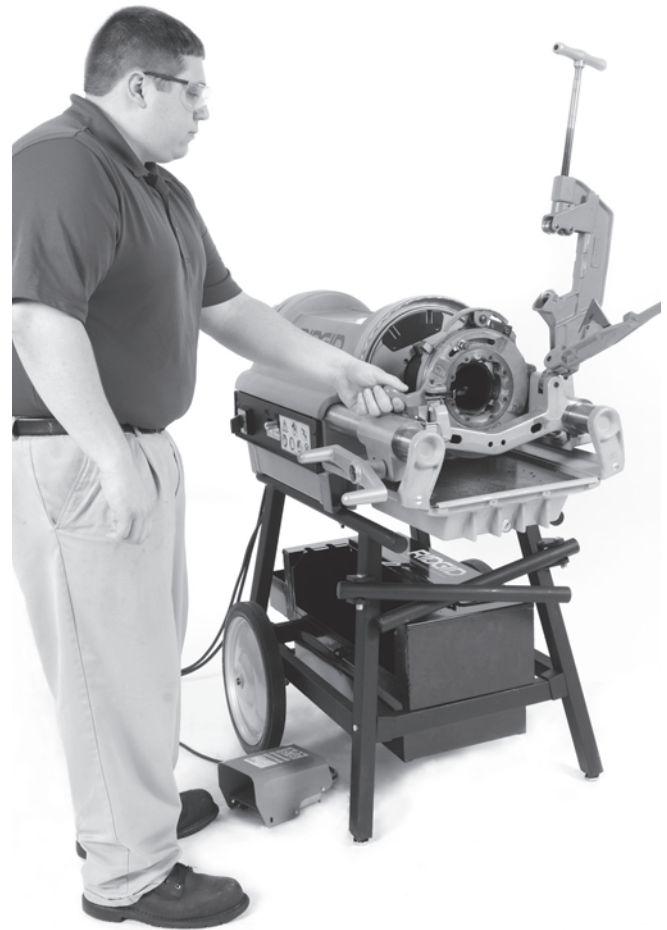

Figura 18 – Posición de operación
6. Adopte la posición de trabajo correcta para ayudar a controlar la máquina y el tubo (vea la Figura 18).